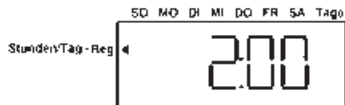

Abb.13
- Drücken Sie **↓↑** bis die gewünschte Regenerationsuhrzeit auf dem Display erscheint (Abb. 13).